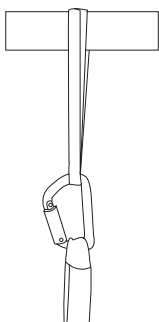
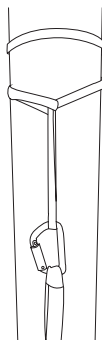
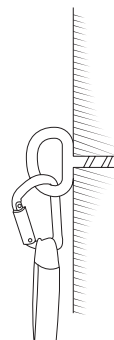

Bild 2A: Horisontell förankring
Bild 2B: Vertikal förankring
Bild 2C: Fast förankringspunkt i konstruktionen
2. Lägg förankringsslingan runt ett konstruktionselement och genom karbinhaken (bild 2A).
ANMÄRKNING: Konstruktionselementet måste klara av en belastning på 12 kN. Om förankringsslingan placeras runt ett vertikalt konstruktionselement ska den dras runt detta två gånger och sedan genom sig själv. Fäst därefter karbinhaken enligt bild 2B. Kontrollera att förankringsslingan låses fast. I bild 2C visas hur man fäster karbinhaken till en fast förankringspunkt i konstruktionen, EN 795 klass A.
- Lossa karbinhaken från förankringsslingan. Lägg förankringsslingan runt ett konstruktionselement och genom karbinhaken såsom visas i bild 2A eller bild 2B. Förankringspunkten måste tåla en belastning på 12 kN (EN 795). Fäst **Smartline X** enligt bild 4.